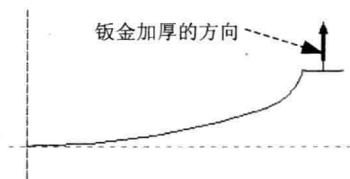

图 1.11 钣金加厚的方向
(4) 确定加厚方向。在 **DIRECTION (方向)** 菜单中选择 **Okay (正向)** 命令，认可图 1.11 所示的箭头方向为钣金加厚的方向。